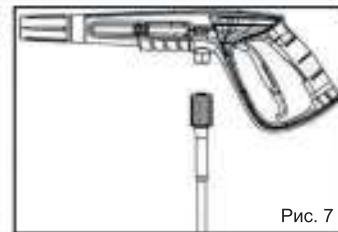

Рис. 7
6. Подсоедините шланг высокого давления к пистолету (рис. 7). Накрутите гайку шланга по часовой стрелке на резьбовой штуцер пистолета и крепко затяните от руки.